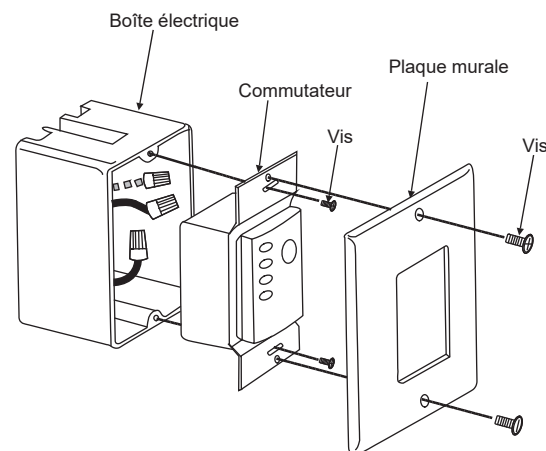

Fig. 23
Étape 2. Installez la plaque murale sur la boîte à prises existante à l'aide des vis fournies (**Fig. 23**).